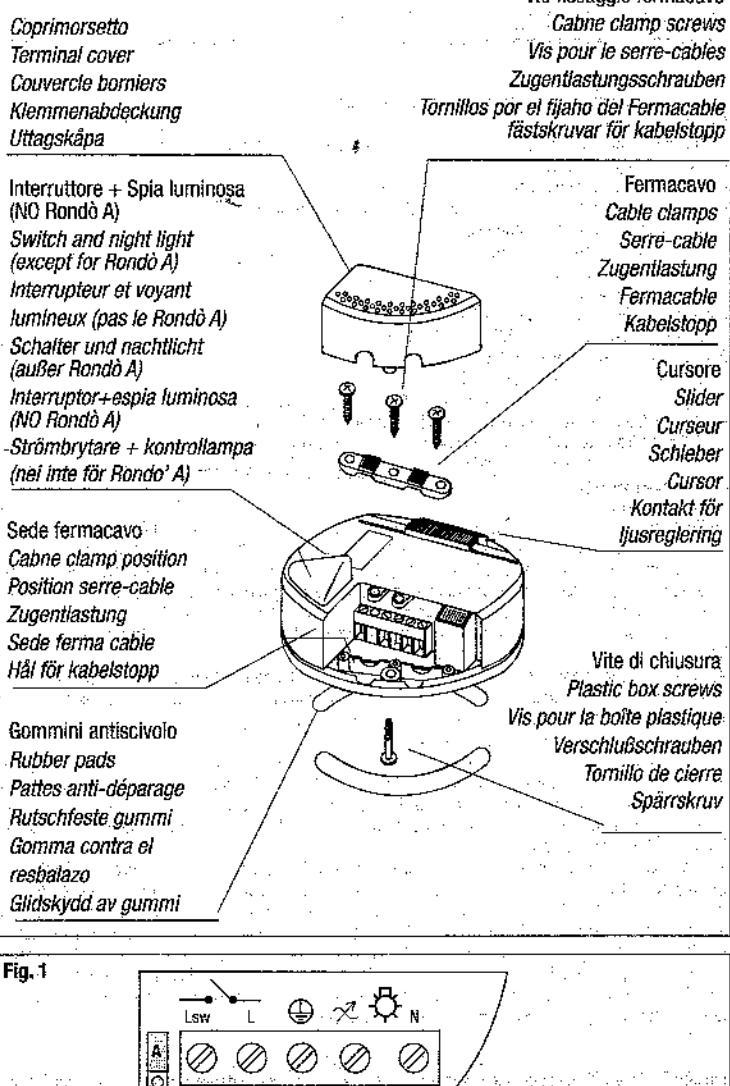

Fig. 1
- Fonctionnement 3 fils - une source lumineuse (Fig. 1). L'allumage et l'arrêt de la source lumineuse se produisent en appuyant sur l'interrupteur, le réglage s'effectue directement sur le curseur;
Le régulateur se branche en mode passant sur le fil en utilisant éventuellement celui dont la lampe est équipée. Oter le couvre-borne, cabler comme d'après le schéma (Fig. 1 et 2) en n'utilisant que des câbles de type HO3VV-F 3x0,75 mm2 (Ø 6,8 max) et en respectant les normes de sécurité (conducteur de terre au moins 8 mm plus long que tous les autres). S'il y a deux lampes, utiliser un câble HO3VV-F 4x0,75 mm2 (Ø max 6,8 mm) pour le branchement des charges.
- Betrieb mit 3 Drähten - eine Lichtquelle (Abb. 1). Die Ein- und Abschaltung der Lichtquelle erfolgt durch Druck des Schalters, die Regelung erfolgt direkt am Cursor;
Der Regler wird am Kabel eingebaut, ggf. kann dazu das vorhandene Kabel der Leuchte verwendet werden. Die Klemmenabdeckung entfernen und laut Schema auswechseln (Abb. 1 und 2), wobei ausschließlich Kabel vom Typ HO3VV-F 3x0,75 mm2 (Ø 6,8 max) verwendet werden, unter Einhaltung der Sicherheitsnormen (Endlänge mindestens 8 mm länger als alle anderen Kabel). Im Fall einer doppelten Lampe zur Verbindung der Lasten ein Kabel HO3VV-F 4x0,75mm2 (Ø max 6,8mm) verwenden. Aufmerksamkeit ist geboten beim Anschluss der Erde und des Neutralleiters, es dürfen maximal 2 Leiter pro Klemme verwendet werden. Die im Gerät vorhandene Erdungsklemme kann als Schutzleiter der Last verwendet werden. Die Kabelenden festziehen, dabei den mechanischen Anzug prüfen, die Klemmenabdeckung in ihren Sitz einsetzen, die Verschluss schraube festziehen und die Antirutschschnappen in ihre Sitze einsetzen. Der Regler darf nicht der direkten Einwirkung von Wärmequellen ausgesetzt sein. Die Referenzraumtemperatur beträgt 35° Celsius, bei jedem Anstieg von 5° wird die Nennleistung um 20% reduziert. Die Installation ist unter Beachtung der geltenden CEI-Normen auszuführen, wobei die Anschlusspläne genau zu befolgen sind und ein Kabel mit geeignetem Querschnitt zu verwenden ist. Die Klemmen sorgfältig festziehen.
- Funcionamiento 3 cables - una fuente lumínosa (Fig. 1). El encendido y el apagado de la fuente lumínosa tienen lugar presionando el interruptor, la regulación se realiza directamente en el cursor;
El regulador se conecta pasante en el hilo, utilizando eventualmente el que tiene la lámpara. Quite el protector de borne, cableé como se muestra en el esquema (Fig. 1 y 2) usando sólo cables de tipo H03VV-F 3x0,75 mm2 (Ø 6,8 mm2) respetando las normas de seguridad (conductor de tierra al menos 8 mm más largo que todos los demás). En el caso de doble lámpara use para la conexión de las cargas, cable H03VV-F 4x0,75 mm2 (Ø máx. 6,8 mm2).
- Betjening 3 ledninger, - én lyskilde (fig. 1). Lyskilden tændes og slukkes ved at trykke på kontakten, justeringen af lyset foretages direkte på markøren.
Lysdæmperen tilsluttes direkte på ledningen, ved eventuelt at anvende den ledning der allerede er monteret på lampen. Fjern klemmeklæset, og udfør ledningsføring som iflg. diagram (fig. 1 og 2) ved anvendelse af kabler af typen H03VV-F 3x0,75 mm2 (Ø 6,8 max) i overensstemmelse med sikkerhedsstandarderne (jordleder mindst 8 mm længere end de andre ledere). For dobbeltlampe anvendes der til tilslutning af belastninger, kabel H03VV-F 4x0,75mm2 (Ø max 6,8mm).